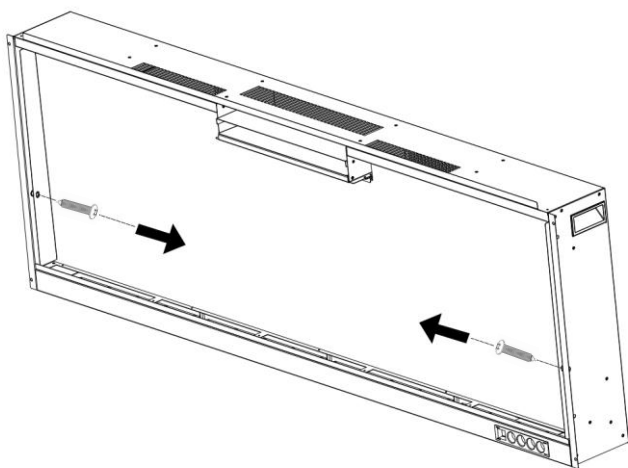

рис. 2-1
- А.** Открутите винты (по 1 шт. на стороне) по бокам электрокамина. Отложите винты в сторону (рис. 2-1)